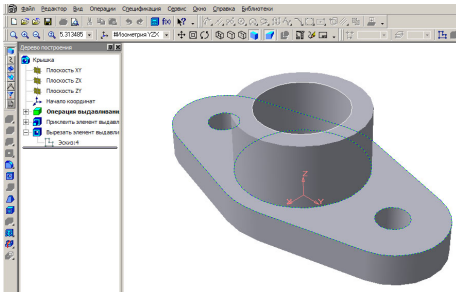

Рисунок 7.42 - Вибір плоскої грані на основі деталі
1. Створіть новий ескіз на верхній плоскій грані основи деталі. Установіть для моделі стандартну орієнтацію "Сверху" (рис. 7.42).